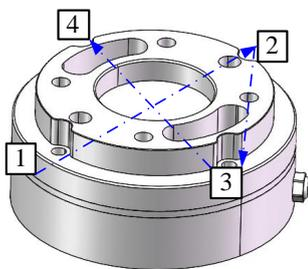

图 2-19 螺钉拧紧顺序
- c. 将安装法兰安装于机械臂上：通过 $\Phi 5$ 定位销将安装法兰与机械臂进行定位，使用 4 颗 M6 内六角螺钉将安装法兰与机器人完成固定。定位销是为了获得设备安装连接的重复性，如果不使用定位销，传感器性能不受影响。拧紧螺钉的过程，请按照下图 2-19 所示的对角线顺序逐渐拧紧螺钉。使传感器与机器人或转接工装能够均匀接触。